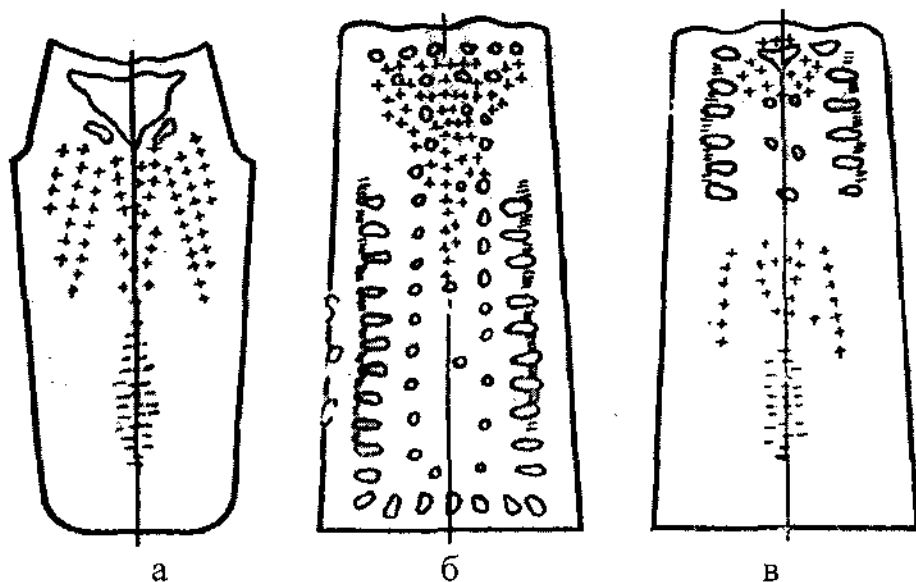

Рисунок 3.1 – Схемы строения стальных слитков
вании слитка, поэтому в нем образуется не концентрированная усадочная раковина, а большое количество рассредоточенных газовых пузырей (рисунок 3.1, а). Они устраняются при последующей горячей прокатке. Кипящая сталь наиболее дешевая, она практически не содержит неметаллических примесей, обладает высокой пластичностью.
2. **Спокойную сталь** получают при полном раскислении металла в печи и ковше (рисунок 3.1, б). Такая сталь затвердевает без выделения газов, поэтому в слитке образуется плотная структура, а усадочная раковина концентрируется в верхней части, что значительно уменьшает выход годного металла.
3. **Полуспокойная сталь** получается при раскислении ферромарганцем и недостаточным количеством ферросилиция или алюминия. В этом случае слиток не имеет концентрированной усадочной раковины, в нижней части он обычно имеет строение спокойной, а в верхней – кипящей стали (рисунок 3.1, в). Такая сталь по качеству и стоимости является промежуточной между кипящей и спокойной.